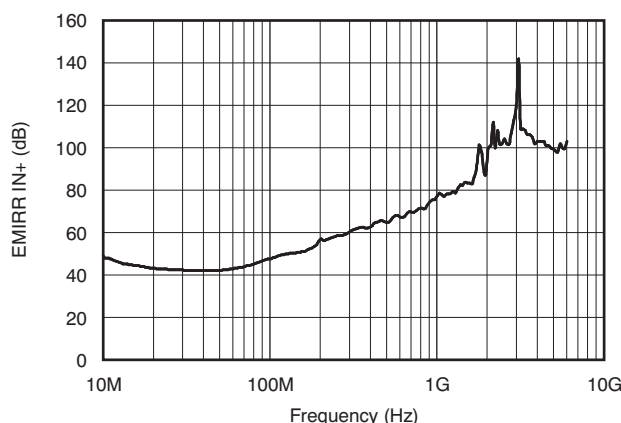

图 39. EMIRR 测试
OPAx188-Q1 系列使用集成电磁干扰 (EMI) 滤波来降低干扰源（如无线通信设备以及混合使用模拟信号链和数字组件的高密度电路板）产生的 EMI 干扰。通过电路设计技术可以提高 EMI 抗扰度；OPAx188-Q1 系列可从这些设计改进中受益。德州仪器 (TI)™ 已经开发出在 10MHz 至 6GHz 的宽频谱范围内精确测量和量化运算放大器抗扰度的功能。图 39 显示了对 OPAx188-Q1 执行此测试的结果。表 4 列出了在实际应用中经常遇到的特定频率下 OPAx188-Q1 器件的 EMIRR IN+ 值。在表 4 中列出的应用可在下图给出的特定频率或其近似频率下运行。有关详细信息也可参见《运算放大器的 EMI 抑制比》一文，该文档可从 www.ti.com 下载。